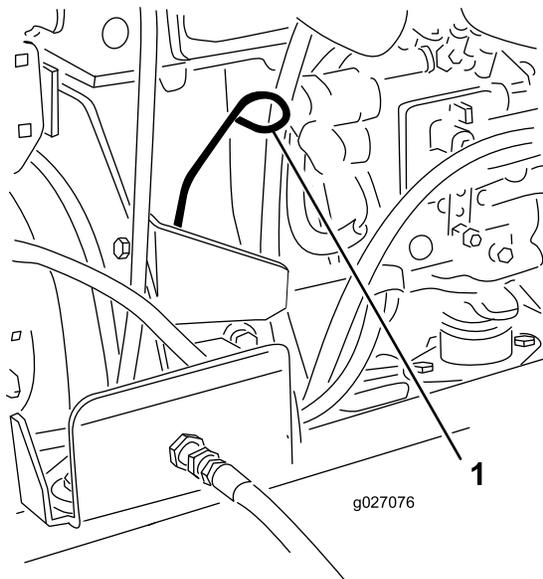

Рисунок 51
3. Извлеките масломерный щуп, тщательно протрите и снова вставьте его (Рисунок 51).